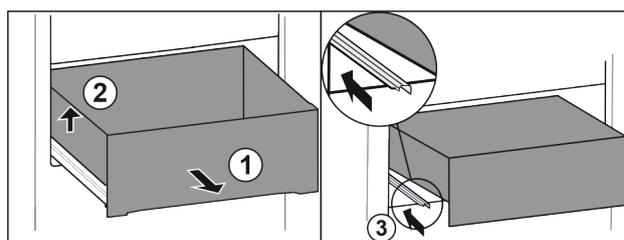

Fig. 22
► Estrarre il cassetto fino all'arresto. Fig. 22 (1)
► Sollevare il cassetto a sinistra. Fig. 22 (2)
- ▶ Inserire la guida sinistra. Fig. 22 (3)